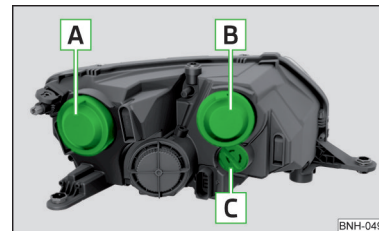

Abb. 184
Glühlampenordnung » Abb. 184
- › Die Schutzkappe **A** » Abb. 184 auf Seite 159 abnehmen.
- › Die Schutzkappe **A** » Abb. 184 auf Seite 159 einsetzen.
- › Die Schutzkappe **B** » Abb. 184 auf Seite 159 abnehmen.
- › Die Schutzkappe **B** » Abb. 184 auf Seite 159 einsetzen.